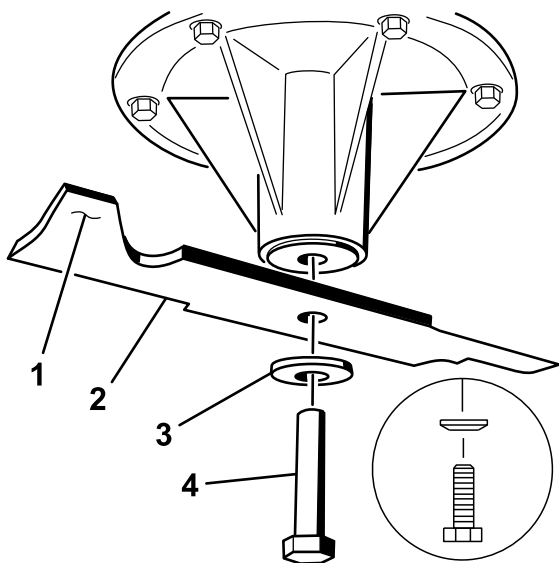
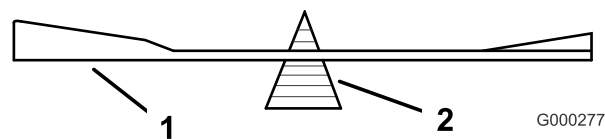

Figura 91
Figura 93
2. Retire del eje el perno de la cuchilla, la arandela curva y la cuchilla (Figura 91).
2. Verifique el equilibrio de la cuchilla colocándola sobre un equilibrador de cuchillas (Figura 93). Si la cuchilla se mantiene horizontal, está equilibrada y puede utilizarse. Si la cuchilla no está equilibrada, rebaje algo el metal en la parte de la vela solamente (Figura 91). Repita este procedimiento hasta que la cuchilla esté equilibrada.